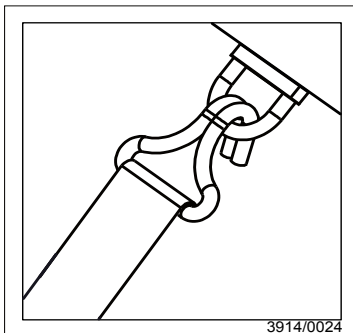

Fig. 59
- Point d'accrochage pour le transport sur une remorque/un transporteur (Fig.59)